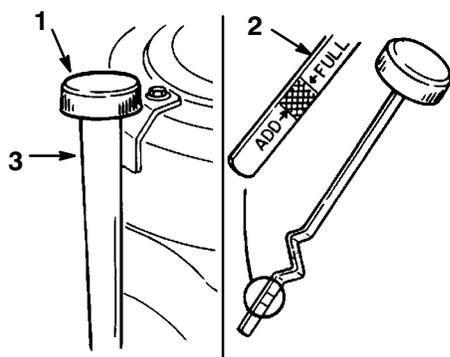

Figure 25
2. Nettoyer les abords de la jauge d'huile (Fig. 25) pour éviter que des saletés ne tombent dans l'ouverture de remplissage et n'endommagent le moteur.
3. Dévisser la jauge d'huile et bien essuyer l'extrémité métallique (Fig. 25).
4. Insérer la jauge à fond dans le goulot de remplissage (Fig. 25) sans la visser, puis la retirer et lire le niveau d'huile sur l'extrémité métallique. Si le niveau est bas, verser lentement de l'huile dans le goulot de remplissage, juste assez pour amener le niveau au repère du plein (FULL).
5. Verser lentement environ 80% du volume d'huile spécifié page 33 dans le goulot de remplissage (Fig. 25), puis contrôler le niveau d'huile, voir Contrôle du niveau d'huile, page 34. Rajouter de l'huile lentement pour amener le niveau jusqu'à la marque du plein (FULL) de la jauge.